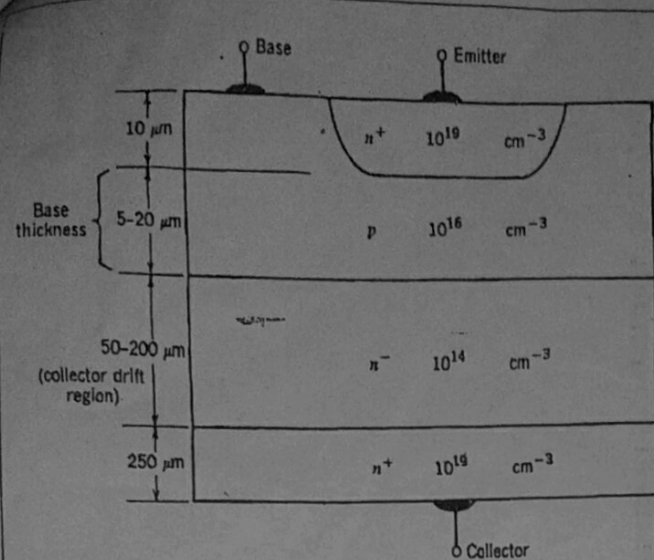

Figura 1
1. Para el circuito de la figura 1, cual sería el espesor de la región n- si se quiere obtener el mayor valor de voltaje de colector-emisor apagado (V_{CES})